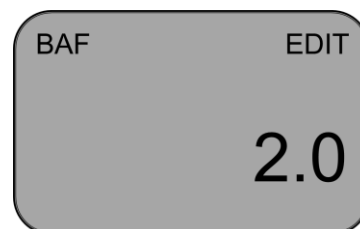

Figura 7. Imagem da tela.
1. Pressione o botão MODE até que exiba na tela o BAF no modo indicador. Nesse momento, na tela já mostra um valor BAF (anterior ou padrão) e o indicador de função EDIT (Figura 7).